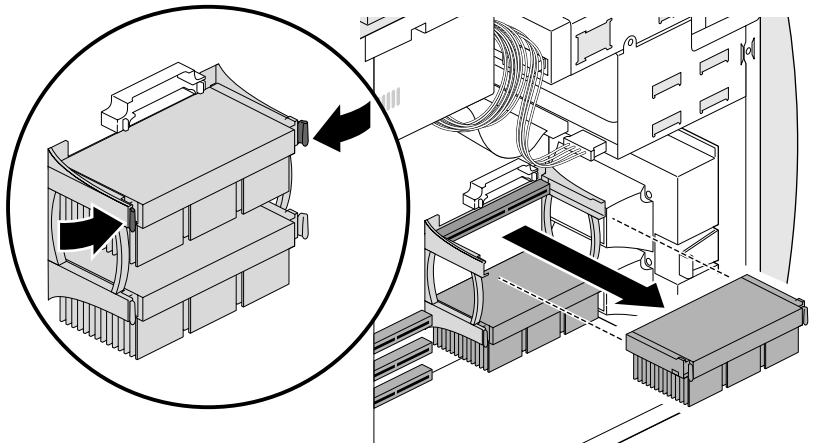

Abbildung 6-9 Deinstallieren eines Prozessors
- Drücken Sie die Riegel an den Seiten des Prozessors nach innen und ziehen Sie den Prozessor wie in Abbildung 6-9 aus dem Steckplatz heraus.